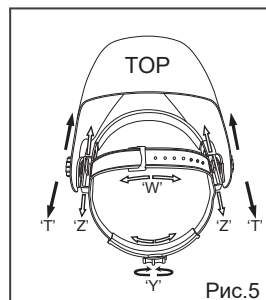

Рис.5
Длину окружности оголовья можно увеличить или уменьшить, вращая ручку с нажатием на затылочной части оголовья. (см. "Y" на рис.5) Данная процедура выполняется при надетой сварочной маске и позволяет получить натяжение, необходимое для надёжной фиксации сварочной маски на голове.
• Если наголовник сидит на голове слишком высоко или слишком низко, отрегулируйте ремень, который проходит через макушку. Для этого ослабьте конец ремня, выдавив стопорный штифт из отверстия в ремне. Переместите две части ремня относительно друг друга на требуемую длину и вставьте стопорный штифт в ближайшее отверстие (см. "W" на рис.5).
Ослабьте гайки-фиксаторы (см. "Т" на рис.5) и двигайте маску к или от вашего лица. Убедитесь, что расстояние между обоими глазами и светофильтром одинаковые, чтобы избежать неравномерного затемнения светофильтра. После регулировки затяните гайки-фиксаторы.